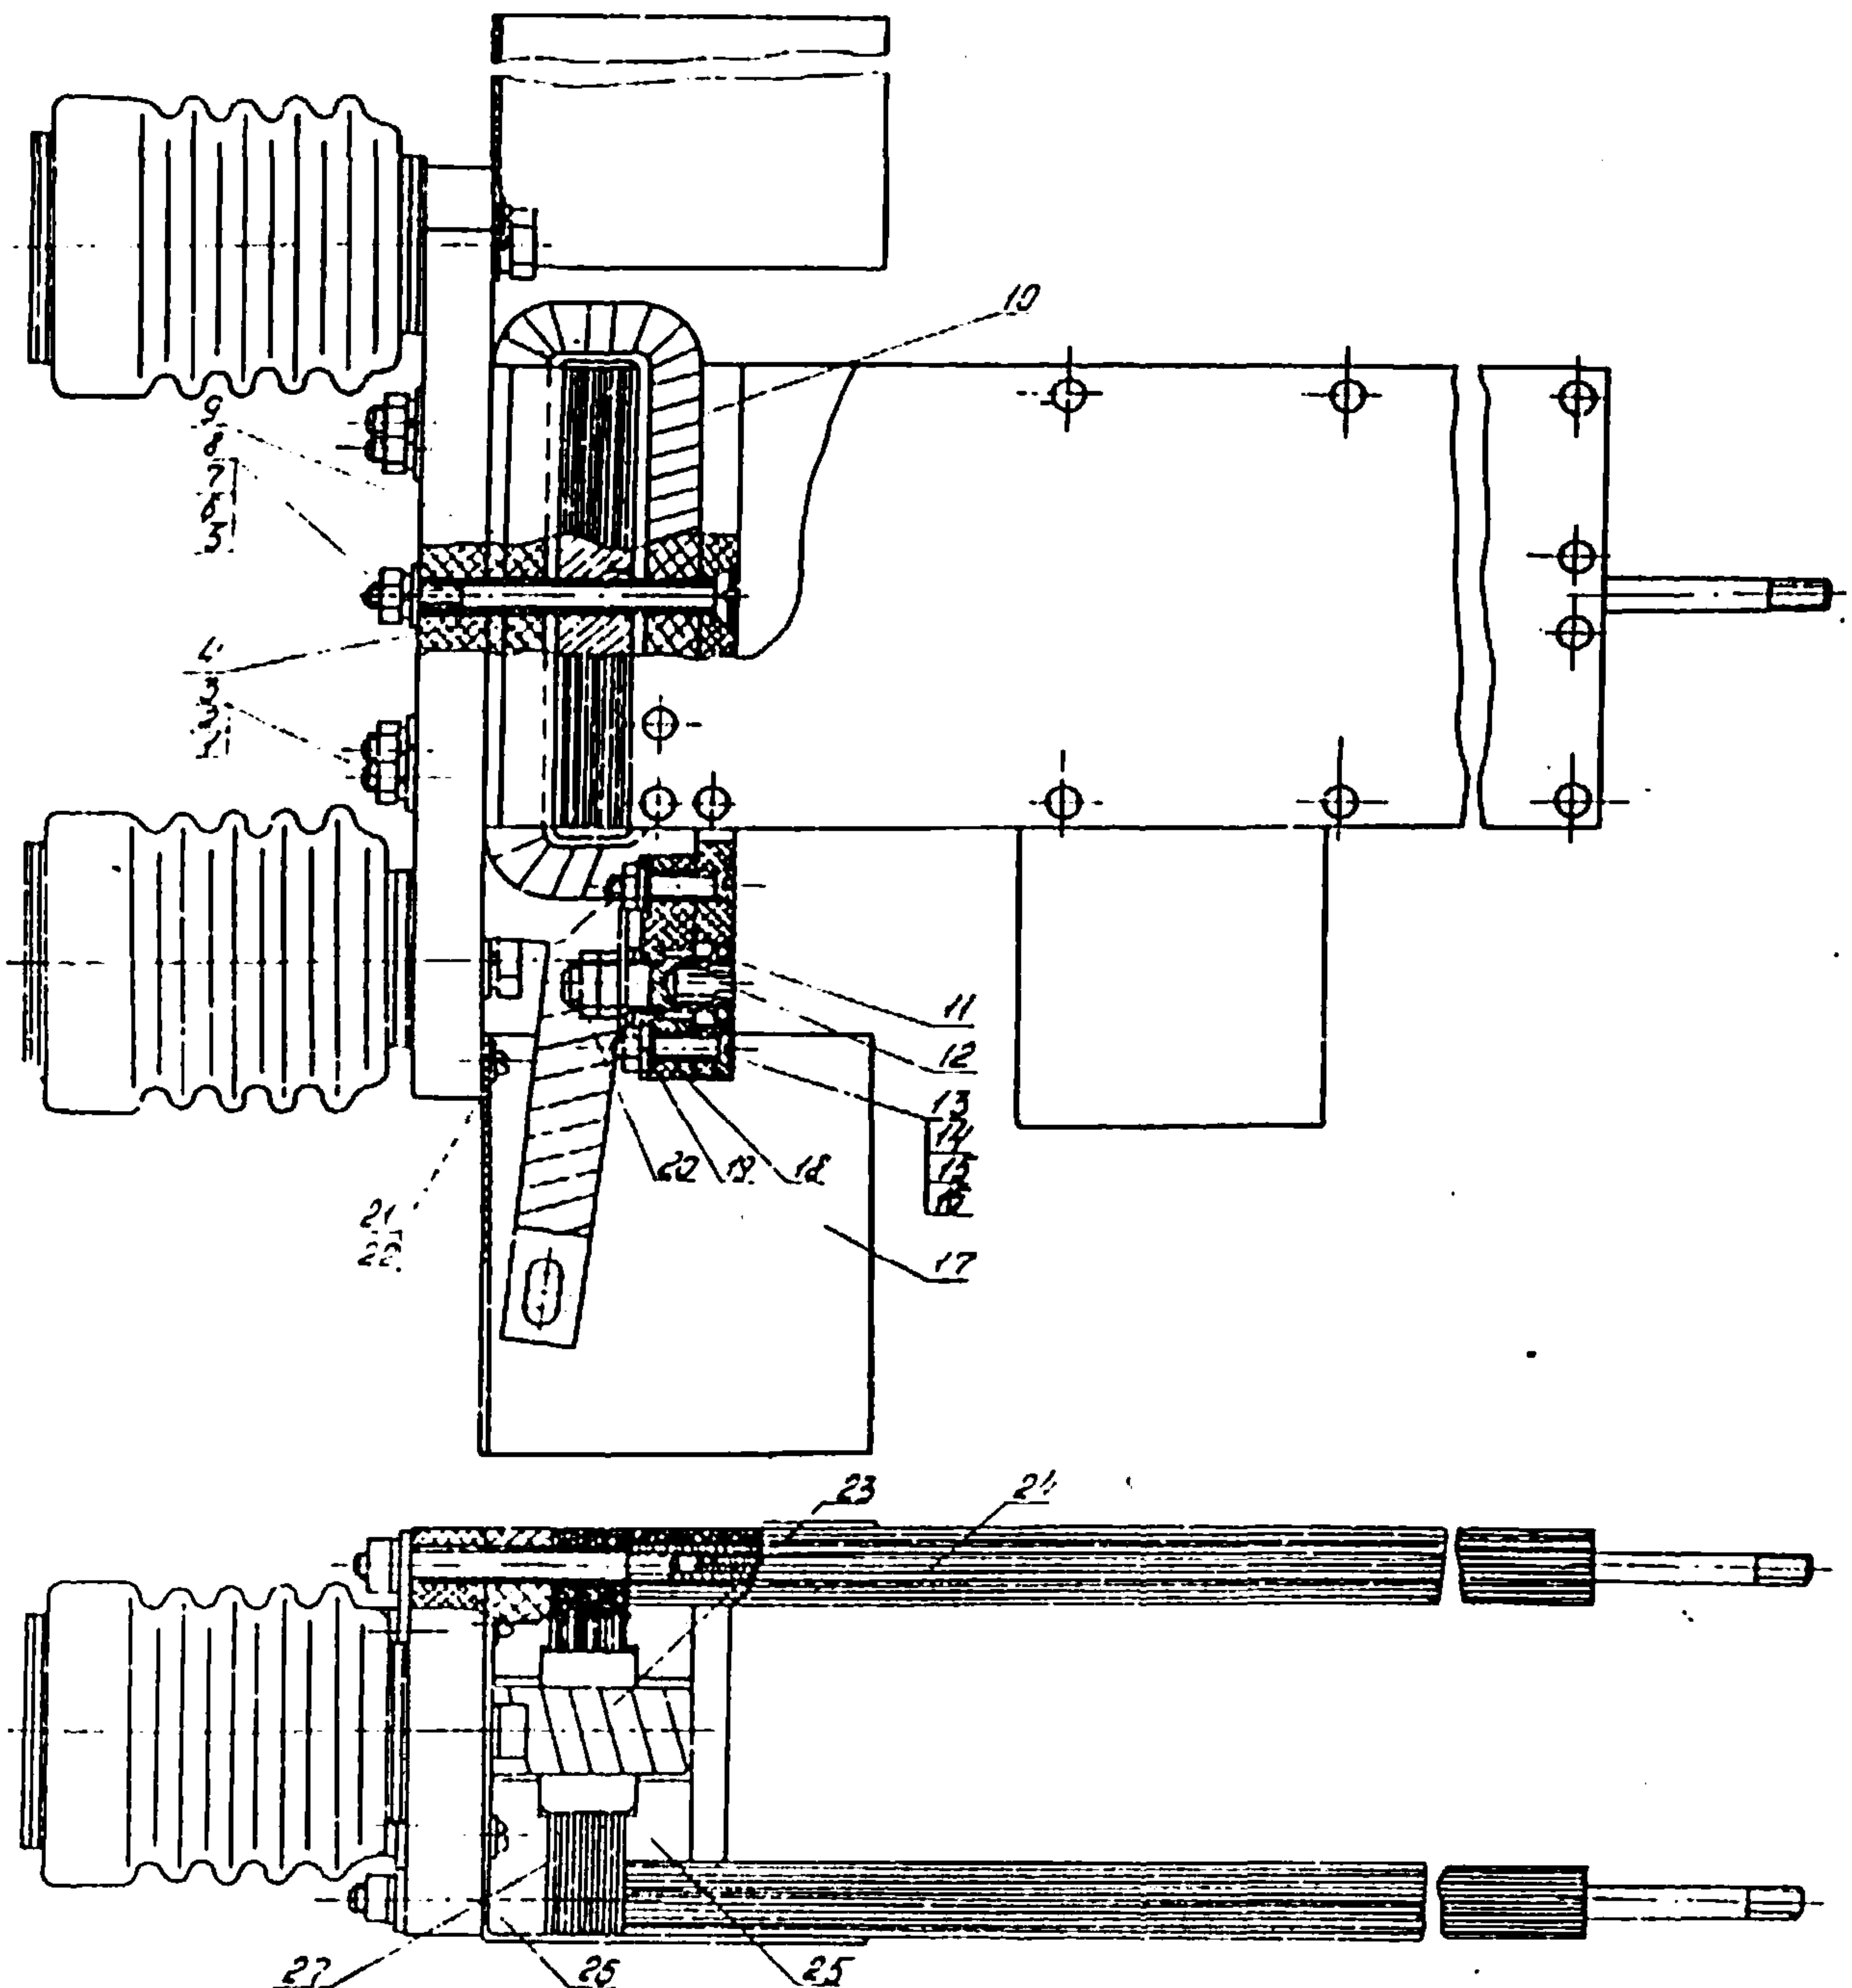

Рис.7. Электромагнит:
- 06.1. Вывинтить винты 21 (рис.7) и снять козырек 17.